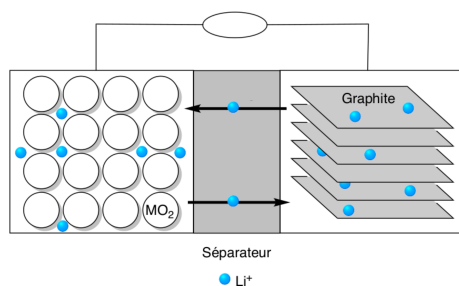

FIGURE 1 – Technologie au lithium-ion. Le solvant utilisé est une espèce organique.
Q. 5. Reproduire et orienter le schéma de la Fig. 1 dans le cas d'une charge puis d'une décharge. Vous indiquerez le nom et le signe des électrodes puis le flux d'électron, le courant électrique et la direction de migration des ions lithium. On peut présenter deux schémas, un pour la charge, un pour la décharge en annotant tout ce qui est demandé.